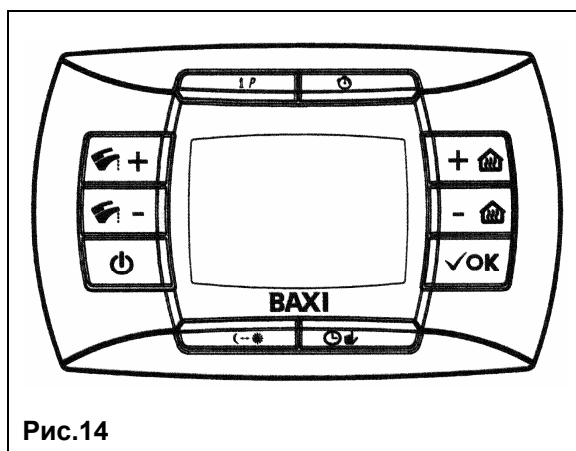

Рис.14
Клеммы 8-9-10: электропитание для зонального клапана (рис.14).
- нажать и держать нажатой кнопку и затем нажать (см. рис.14).